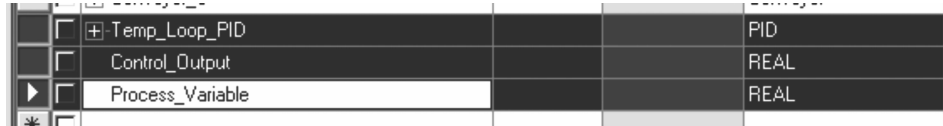

图 9-43 选中多行目标标签
5. 按住 Shift 键并单击标签 Process_Variable 的左侧，如图 9-43 所示。这样将选中所有 3 个标签。